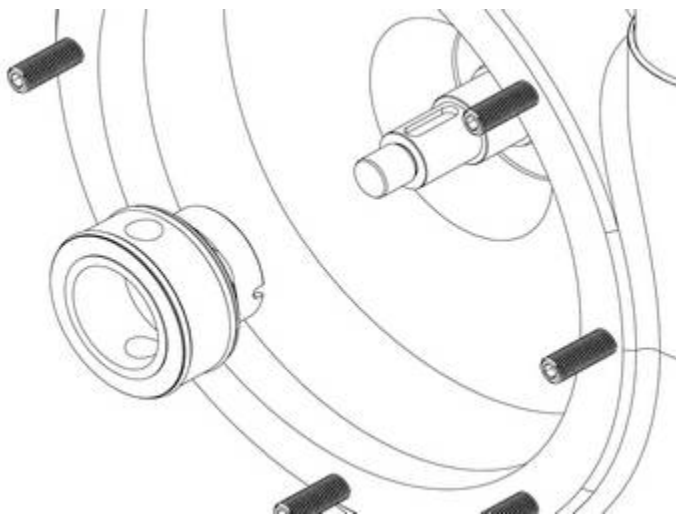

Abb. 26
9. Entfernen Sie die stationäre Dichtung, nachdem sie aus der Öffnung geschoben wurde. Bei der Ausführung mit doppelter Dichtung könnte die doppelte Dichtung zusammen mit der stationären Dichtung auch mit herauskommen. (siehe Abb. 26).